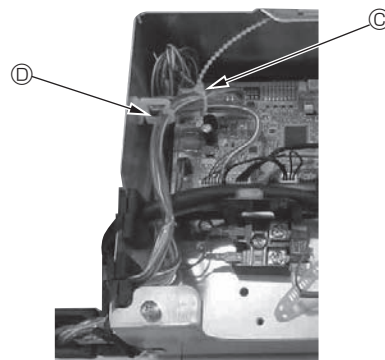

Fig. 10-14
- Placez les excès de fils de jonction du capteur i-See et du récepteur de signal dans le boîtier des composants électriques dans le crochet pour fils, comme indiqué sur le schéma, et groupez les fils à l'aide de la fixation. (Fig. 10-14) Veillez à ce que le ruban qui maintient les fils de jonction du capteur i-See et du récepteur de signal soit bien positionné à l'intérieur de la boîte de raccordement. (Fig. 10-15)